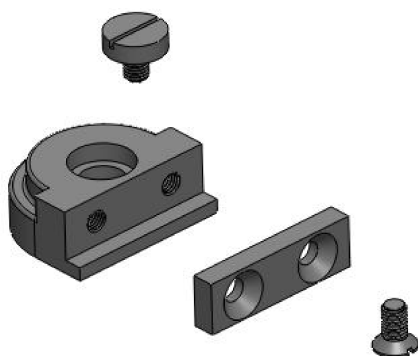

图 7-41 插入零部件
- 04 同理, 依次将【开槽沉头螺钉.sldprt】和【开槽圆柱头螺钉.sldprt】零部件插入到装配环境中, 如图 7-41 所示。